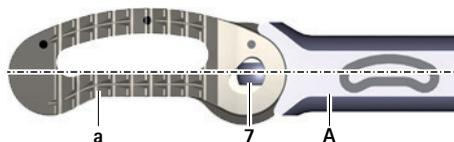

Fig. 8 Implante en posición 0°
- ▶ Mantenga el implante de prueba D en posición 0° en el instrumento de inserción A, ver Fig. 8.
- ▶ Mantenga el implante en posición 0° , ver Fig. 8.